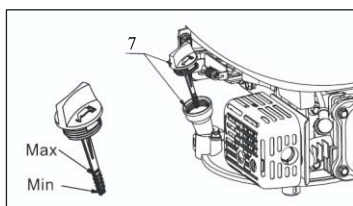

Fig. 7
2. Retirez le bouchon de remplissage d'huile / la jauge (7) et essuyez-le.
3. Insérez le bouchon de remplissage d'huile / la jauge (7) dans le goulot de remplissage d'huile comme illustré, mais ne le vissez pas et retirez-le pour vérifier le niveau d'huile.
4. Si le niveau d'huile est proche ou inférieur à la limite inférieure de la jauge, enlevez le bouchon de remplissage d'huile / jauge d'huile (7) et remplissez avec l'huile recommandée jusqu'au repère supérieur (bord inférieur de l'orifice de remplissage d'huile). Ne pas trop remplir.
5. Réinstallez le bouchon de remplissage / la jauge d'huile (7). (Voir la figure 7)